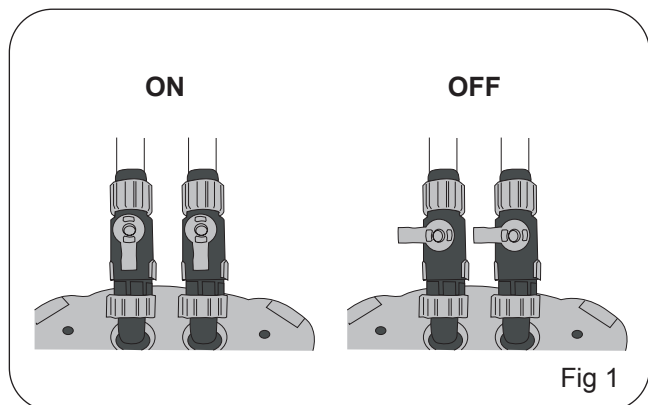

Fig 1
Nota: Per riempire il vostro filtro è necessario che il vostro acquario sia pieno d'acqua. Assicurarsi che entrambi i rubinetti siano in posizione ON spostando la leva di plastica da OFF (orizzontale) a ON (verticale). Una volta che il filtro è in funzione ricontrollare che le guarnizioni ed i giunti siano a tenuta. Fig 1
2. Ruotare entrambi i rubinetti sulla posizione off. Fig 1